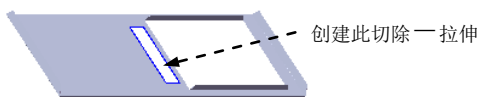
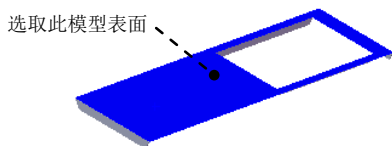

图 17.8.34 创建切除—拉伸 2
图 17.8.35 定义草图平面
Step7. 创建图 17.8.34 所示的切除—拉伸 2。选择下拉菜单 **插入(I)**  **切除(C)**  **拉伸(E)...** 命令；选取图 17.8.35 所示的表面为草图平面，绘制图 17.8.36 所示的横断面草图；采用系统默认的切除深度方向；在 **方向1** 区域的  下拉列表中选择 **完全贯穿** 选项。